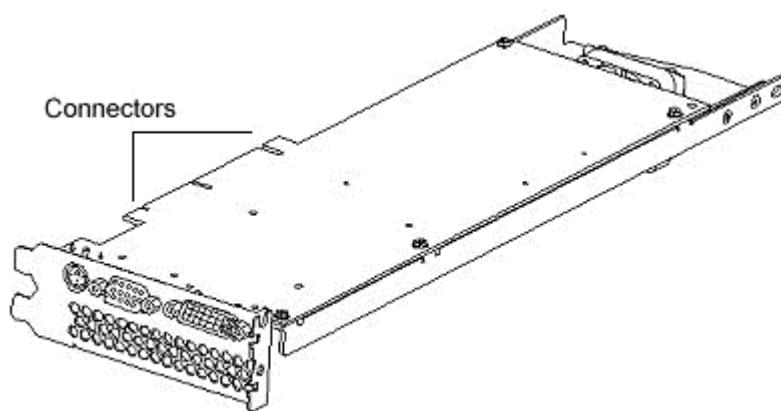

图 2. Wildcat 4110 PRO 视频卡
4. 将 Wildcat 4110 PRO 卡与 AGP Pro 扩展槽对齐。确保卡边的镀金接头连接器与插槽的连接器对齐（见图 2；这些连接器标识于图片左边）。